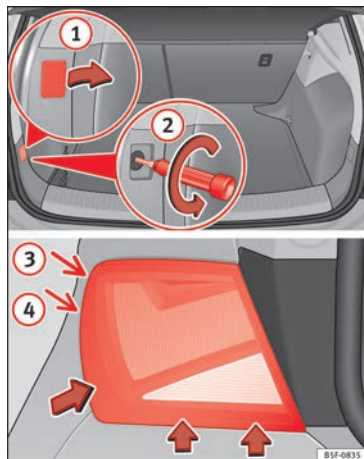

Fig. 111 Bagageira: Posição do parafuso de fixação da unidade de luz traseira. Desmontar a unidade de luz traseira na lateral.
- Retire a cobertura fazendo alavanca com o lado plano de uma chave de fendas na reentrância, e retirando-a da abertura » **Fig. 111** ①.
- Cuidadosamente, desaperte o parafuso que existe por trás com uma chave de fendas, no sentido contrário ao dos ponteiros do relógio (seta) » **Fig. 111** ②.
- Desloque o farolim no sentido das setas até que saia do encaixe (posições ③ e ④) » **Fig. 111**.